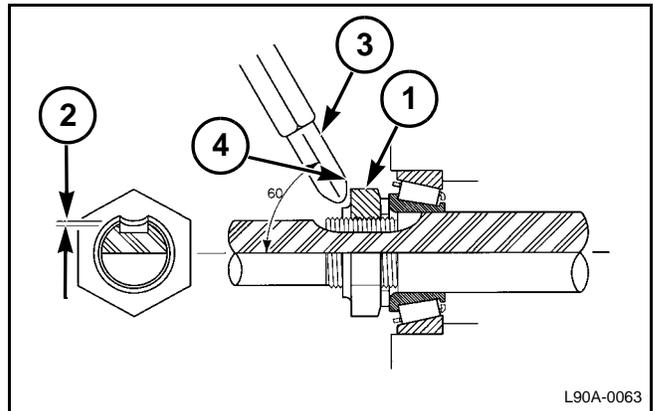

FIG. 121
FIG. 121: Calce el collar de la tuerca de cuña (1) a una profundidad de 0.75 a 1.25 mm (0.030 a 0.049 pulg) (2). Llevar el collar hasta el fondo de la ranura dañará el collar de la tuerca de cuña. Utilice un punzón de 8 mm (5/16 pulg) de diámetro (3) que tenga un extremo esférico. Esmerile un área plana (4) en el extremo del punzón. Coloque el área plana contra la superficie de la tuerca de cuña y calce con cuñas el collar. Revise si hay rajaduras en el área de calces del collar. Reemplace la tuerca de cuña si tiene rajaduras.